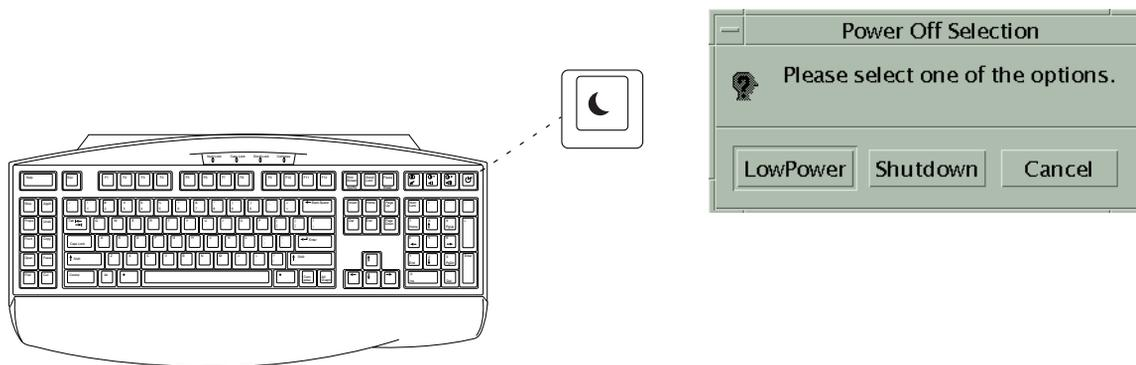

图 5 Sun USB 6 型键盘 Power 键和“Power Off Selection”对话框
1. 请按下 Sun™ 6 型 USB 键盘的 Power 键（请参阅图 5）。